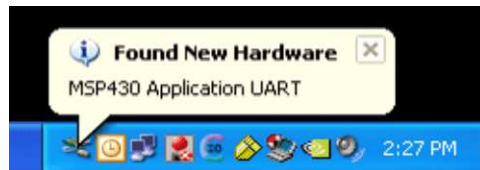

图 15. Windows XP 针对 MSP430 Application UART 的硬件识别
5. Windows 识别另外一个驱动程序将被安装的新硬件，此硬件被称为 **MSP430 Application UART**（请见图 15）。